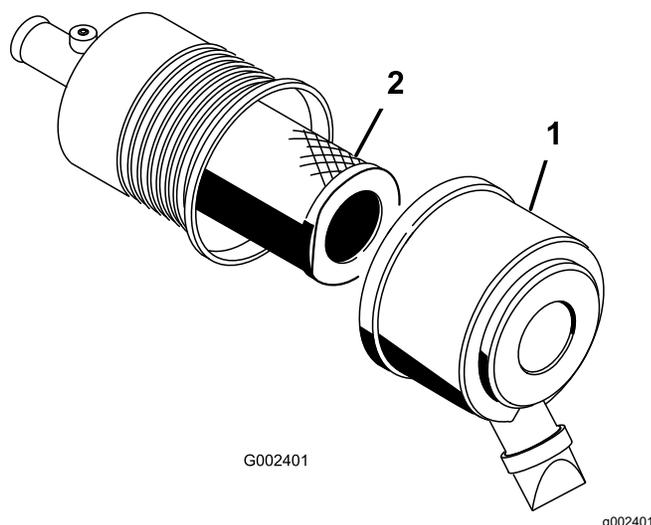

Figura 50
2. Liberte os trincos que fixam a cobertura do filtro de ar ao respetivo corpo (Figura 50).
3. Retire a cobertura do corpo do filtro de ar (Figura 50).
5. Retire e substitua o filtro (Figura 50). Não limpe o elemento usado para evitar danificar os componentes do filtro.